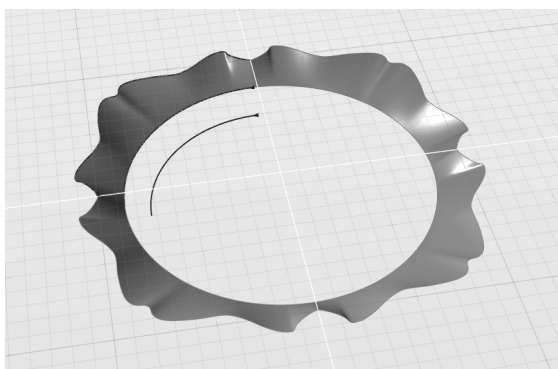

图 5-156 调整连接曲面的 V 向控制顶点
- 6) 将“V 向控制顶点”参数的值调整为“300”，获得结果如图 5-156 所示。